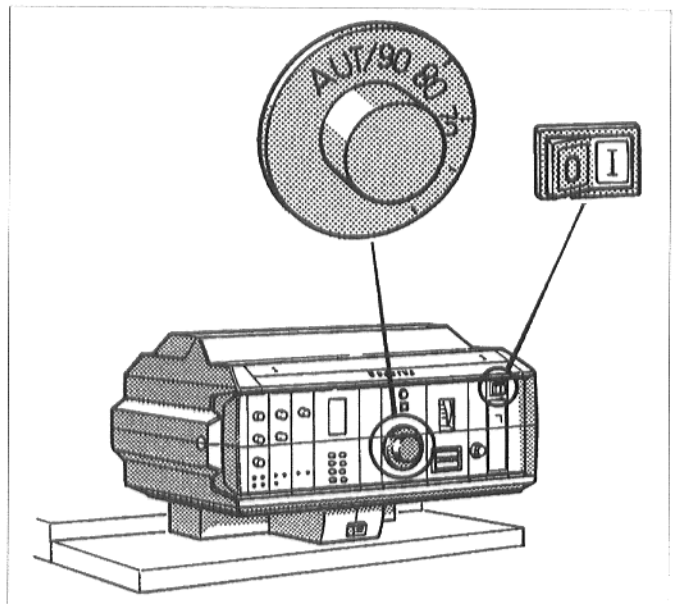

Рис. 2. Регулятор; ввод в эксплуатацию газовой горелки
- Установить переключатель режима работы (рис. 2) на поз. I (ВКЛ.).
- Установить регулятор котельной воды (рис. 2) на желаемую температуру. У Ecomatic"-регулятора на "AUT".
- Установить переключатель режима работы (рис. 2) на поз. 0 (ВЫКЛ.).